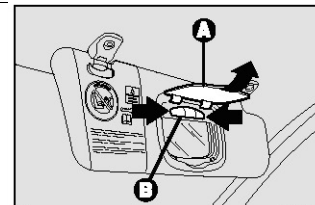

рис.46
- Открыть крышку **A** – **рис. 46** зеркала;